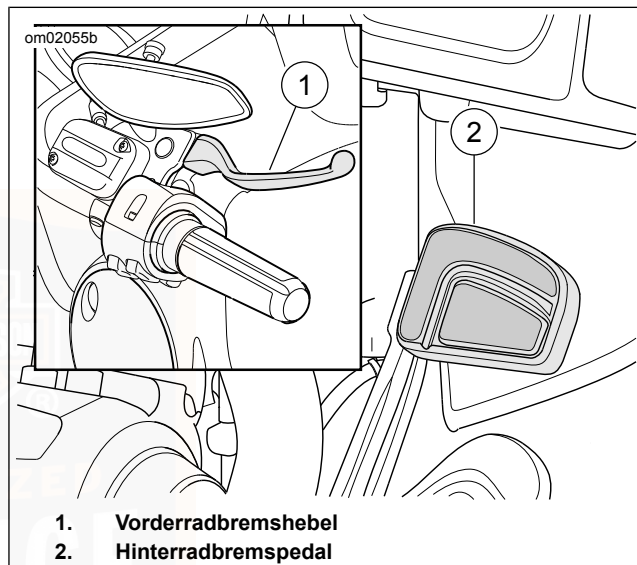

Abbildung 47. Bedienungselemente für Bremsen
Siehe Abbildung 47. Mit dem Vorderradbremsehebel (1) wird die Vorderradbremse betätigt. Der Hebel befindet sich am rechten Lenker. Den Handhebel mit den Fingern der rechten Hand betätigen.
Siehe Abbildung 47. Mit dem Hinterradbremspedal (2) wird die Hinterradbremse betätigt. Das Pedal befindet sich auf der rechten Seite. Das Hinterradbremspedal mit dem rechten Fuß betätigen.